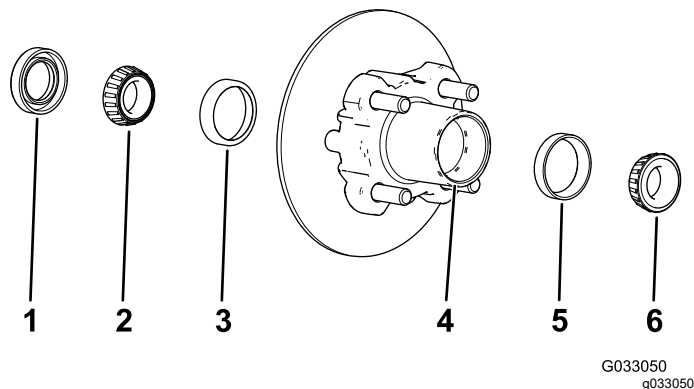

Figura 34
1. Retire el cojinete exterior y el anillo de rodadura del cubo (Figura 34).
2. Retire la junta y el cojinete interior del cubo (Figura 34).
5. Limpie el hueco del cubo para eliminar cualquier resto de grasa, suciedad y residuos (Figura 34).
7. Llene el hueco del cubo hasta un 50 – 80% de su capacidad con grasa del tipo especificado (Figura 34).
8. Monte el cojinete interior sobre el anillo en el lado interior del cubo e instale la junta (Figura 34).